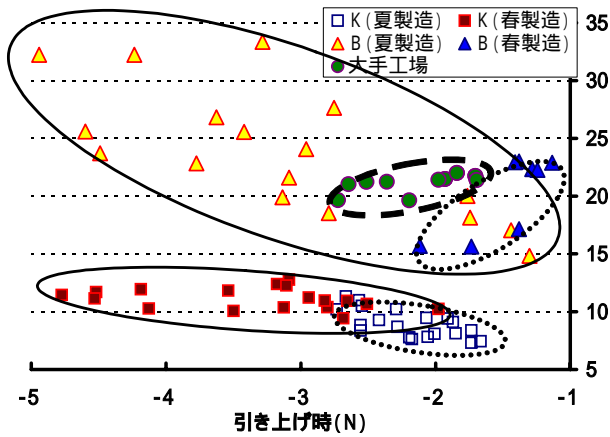

図4 ゴーダタイプチーズにおける硬さの分布
4) (1) 物理性はチーズタイプごとの硬さ・熟度の指標となる可能性があり、工房内の製品管理の手段として利用できることが示唆された(図4)。